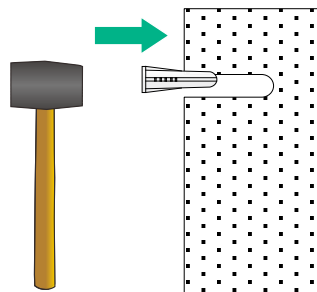

図 3-7 アンカー(壁用)の打ち込み
- 3) スクリューネジ用アンカー(壁用)を穴に挿入します。図 3-7 の通りアンカー(壁用)が壁面に全て埋め込まれるまでゴム製ハンマーで打ち込んでください。